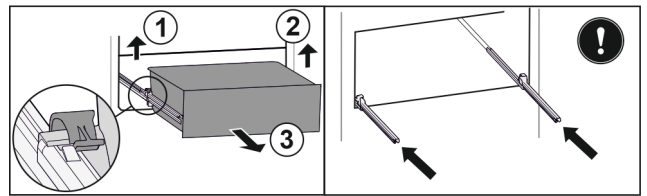

Fig. 92
- ▶ Sollevare il morsetto sinistro e allo stesso tempo tirare in avanti il cassetto sinistro. Fig. 92 (1)
- ▶ Sollevare il morsetto destro e allo stesso tempo tirare in avanti il cassetto destro. Fig. 92 (2)
- ▶ Rimuovere il cassetto tirandolo in avanti. Fig. 92 (3)